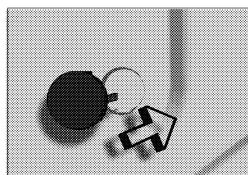

Fig. 3
- Dans les orifices d'où ont été retirées les vis de transport, insérez les bouchons en plastique fournis avec les accessoires (Fig. 3)